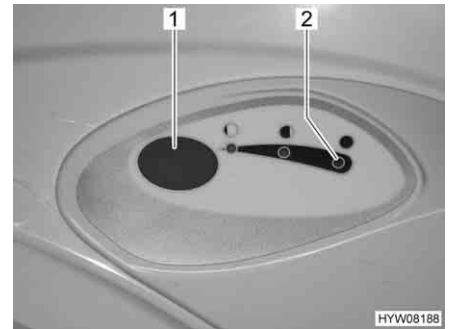

Fig. 227 Bouton pour la chasse d'eau/voyant de contrôle des toilettes Thetford
- Pour actionner la chasse d'eau, appuyer sur le bouton bleu (Fig. 227,1).
Le voyant de contrôle (Fig. 227,2) s'allume lorsque le réservoir pour matières fécales doit être vidé.